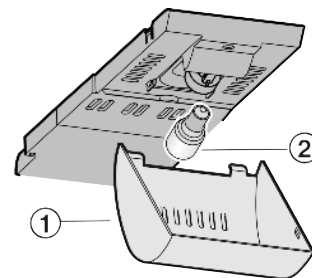

Fig. 13
- ▶ Kryt Fig. 13 (1) uchopte vpředu a vzadu vyhákněte.
- ▶ Žárovku Fig. 13 (2) vyměňte.
- ▶ Kryt Fig. 13 (1) zase nasad'te.